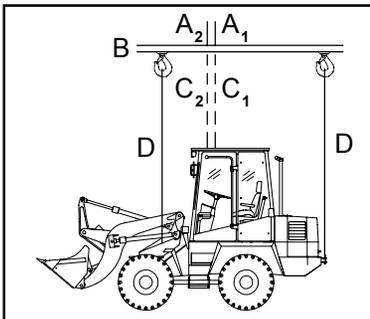

Bild 7-4
- Der Aufnahmepunkt ((7-4/A₁ - Gerät ohne Standardschaufel) bzw. (7-4/A₂ - Gerät mit Standardschaufel)) des Tragemittels (7-4/B) muß genau senkrecht über dem Schwerpunkt (7-4/C₁ bzw. 7-4/C₂) des Gerätes liegen (siehe Bild 7-4), damit sich das Lastaufnahmemittel **waagrecht** über der Längsmittelachse des Gerätes befindet.
(7) Contact de changement de mode de direction en position „essieu arrière directeur“ (4-8/3).
(8) Mettre le contact d'entraînement (4-7/3) sur position «0».
(9) Actionner le contact à bascule du système clignotant de sécurité (4-10/13).
(10) Lâcher le frein de parking (4-9/3).
- Le point de levage (7-4/A₁ - chargeur sans godet standard) ou (7-4/A₂ - chargeur avec godet standard) du palonnier de levage (7-4/B) doit être situé directement à la verticale du centre de gravité (7-4/C₁ ou 7-4/C₂) du chargeur (voir figure 7-4) de façon à ce que le palonnier de levage soit positionné **horizontalement** au-dessus de l'axe longitudinal du chargeur.
(7) Change over switch for steering in position „rear axle steering“ (4-8/3).
(8) Set the drive direction switch (4-7/3) into „0“ position.
(9) Operate toggle switch for hazard flasher system (4-10/13).
(10) Release the parking brake (4-9/3).
- The lifting point ((7-4/A₁ - loader without standard bucket) or (7-4/A₂ - loader with standard bucket) of the lifting device (7-4/B) must be located vertically and directly above the centre of gravity (7-4/C₁ or 7-4/C₂) of the loader (see figure 7-4) so that the lifting device is located **horizontally** above the longitudinal axis of the loader.